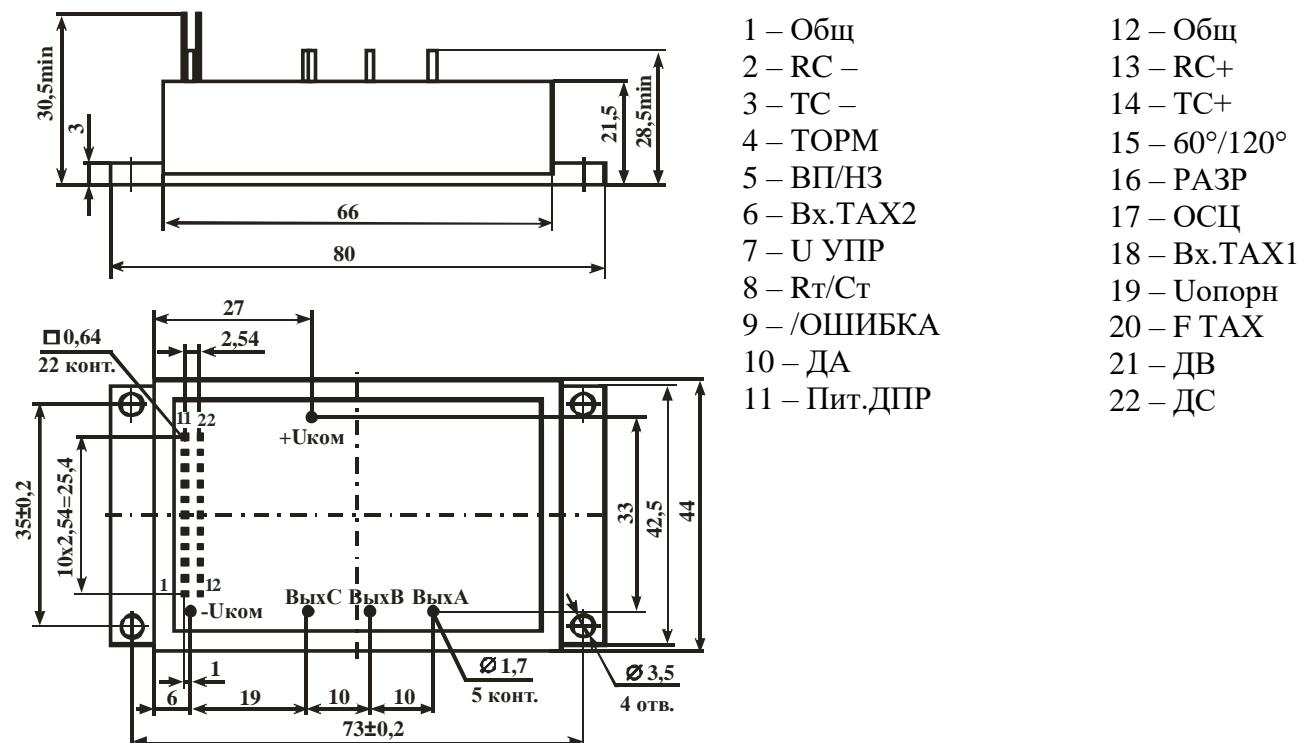

Рисунок 1 – Габаритный чертеж и назначение выводов модуля
2.1 Модуль представляет собой гибридную сборку герметичной конструкции в металло-пластмассовом корпусе (рис.1). На верхней поверхности корпуса расположены вертикальные выводы для подключения монтажных проводов. Нижняя металлическая поверхность корпуса является тепло-выделяющей. Для обеспечения надежной работы модуля необходимо установить корпус модуля на теплоотвод (радиатор или конструктивный элемент).